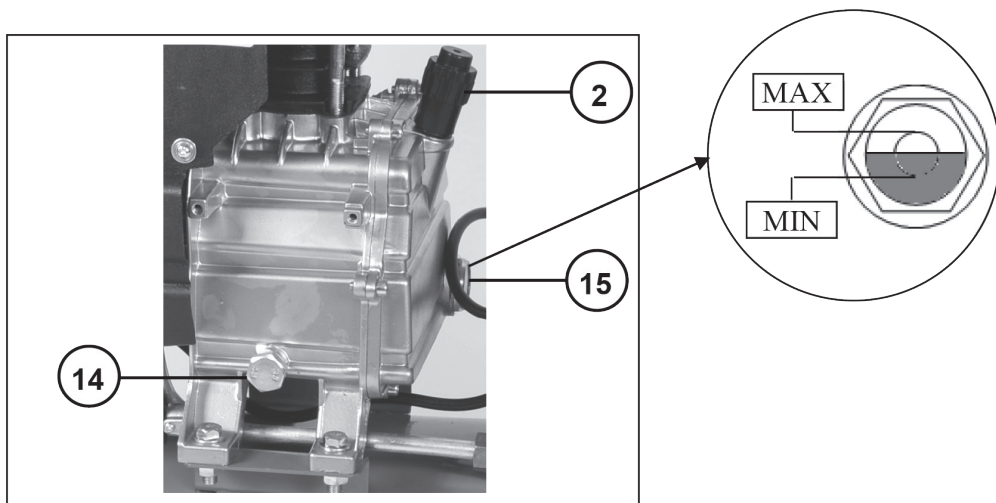

Рис. 10
1. Открутить сапун 2 (рис. 10) масляналивного отверстия.
2. Подставить под пробку 14 (рис. 10) маслясливного отверстия сборную емкость и открутить пробку маслясливного отверстия.
5. Проверьте уровень масла в картере компрессора через смотровое окошко 15 (рис. 10). Уровень масла должен находиться в пределах красной метки смотрового окошка.